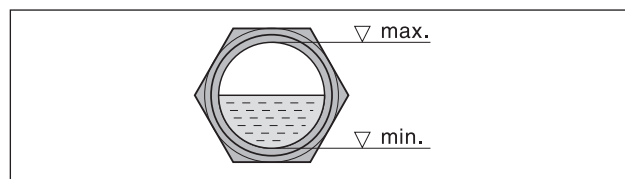

Fig. 4 Nível do óleo
- b) Depois de uma eventual correção do sentido de rotação, reiniciar o motor e desligá-lo decorridos cerca de 2 minutos para repor o óleo em falta até ao bordo superior do óculo de inspeção (Fig. 4/I). Este reenchimento no ponto de enchimento (Fig. 2/H) tem de ser repetido até que todas as condutas de óleo fiquem completamente cheias. O ponto de enchimento não pode ser aberto enquanto a bomba estiver em funcionamento.